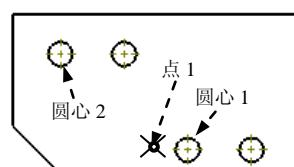

图 9.4.24 选取剖切线
Step4. 然后选取图 9.4.24 所示的圆心 1，在系统弹出的快捷菜单中单击 按钮，在图 9.4.24 所示的点 1 处单击，在圆心 2 处单击，单击 按钮。